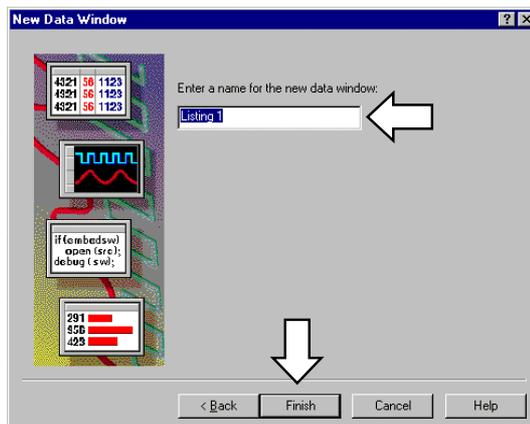

図 2-83 : データ・ウィンドウの名前を定義するためのダイアログ・ボックス
- 図 2-83 のようなダイアログ・ボックスが現れるので、必要に応じてデータ・ウィンドウの名前を変更し、<Finish>ボタンをクリックして [New Data Window]ウィザードを終了します。